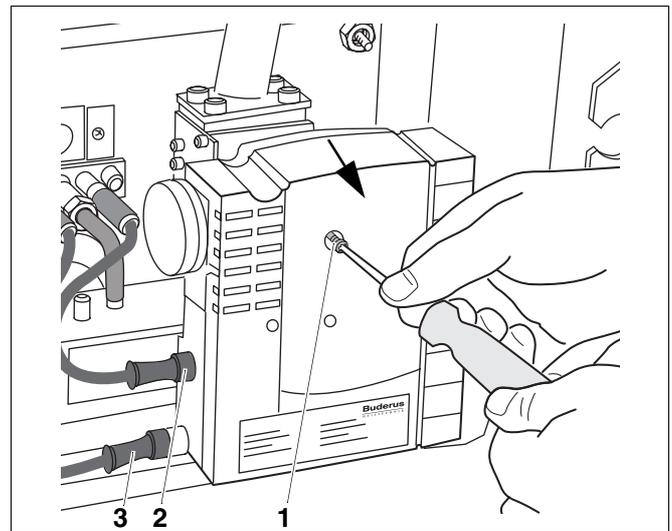

Abb. 21 Befestigungsschraube lösen
- Stecker der Zündung (Abb. 21, **Pos. 3**) und der Ionisationsüberwachung (Abb. 21, **Pos. 2**) am Gasfeuerungsautomaten abziehen.
- Befestigungsschraube (Abb. 21, **Pos. 1**) am Gasfeuerungsautomaten entfernen.
- Gasfeuerungsautomaten von der Gasarmatur nach vorne abziehen (Pfeil, Abb. 21).